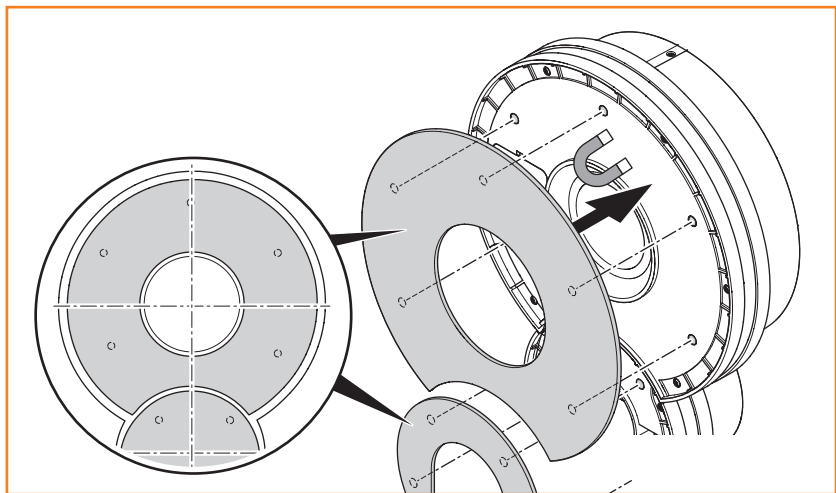

Bild 3 Blenden am Gehäuse anbringen
► Setzen Sie jede Blende so auf das Gehäuse, dass die Magnete von Blende und Gehäuse genau übereinander liegen (siehe Bild 3).